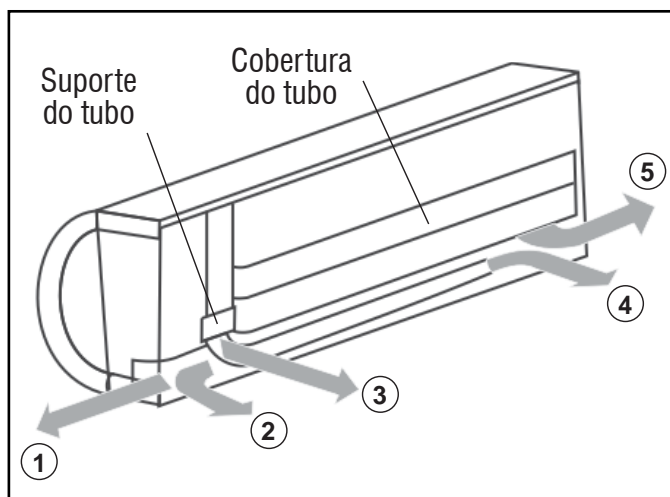

FIGURA 15 - DIREÇÕES DAS TUBULAÇÕES
- A tubulação pode ser conectada numa das direções indicadas na figura 15.